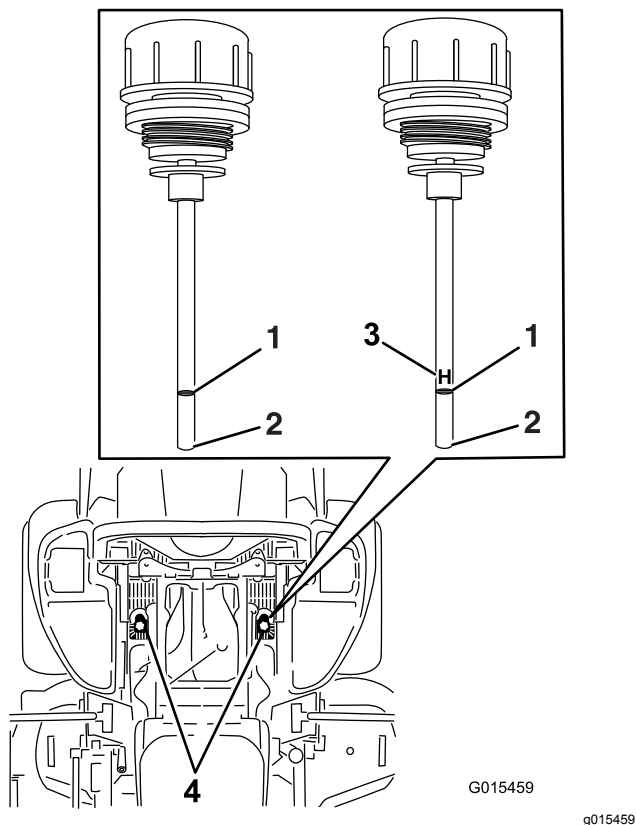

Figura 85
6. Limpie la zona alrededor de las varillas de los depósitos del sistema hidráulico (Figura 85).
7. Retire una varilla del depósito hidráulico (Figura 85).
9. Retire la varilla e inspeccione el extremo (Figura 85).